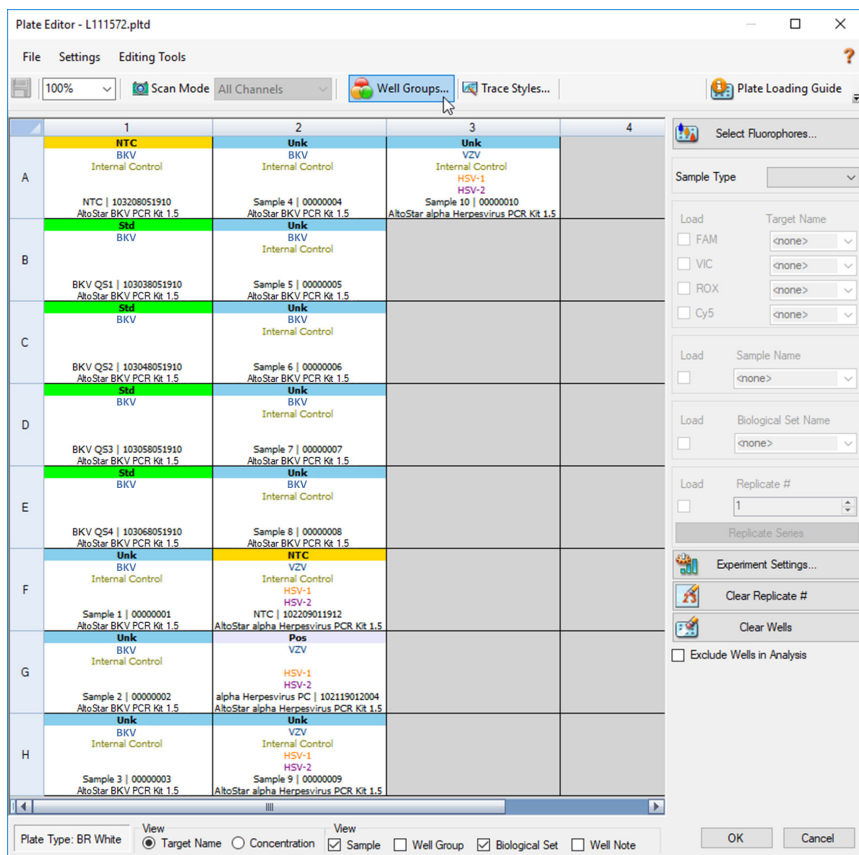

Abb. 1: Dialogfenster Plate Editor (Platten-Editor)
1. Klicken Sie im Fenster Data Analysis (Datenanalyse) auf die Schaltfläche **Plate Setup** (Platten-Setup) in der Menüleiste und wählen Sie **View/Edit Plate** (Platte anzeigen/bearbeiten) aus. Das Dialogfenster Plate Editor (Platten-Editor) wird angezeigt (siehe Abbildung 1).